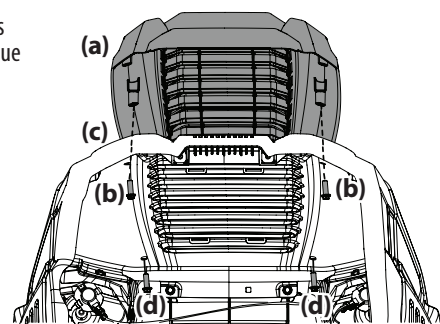

Figure 5
2. Pour fixer le couvercle (a), placez les boulons par le dessous, serrez à la main les boulons (b) sur la partie arrière du capot avant de bien les serrer. Voir Figure 5.
3. Puis, alignez les trous du couvercle (a) avec ceux du capot (c) et vissez les deux boulons (d). Voir Figure 5.